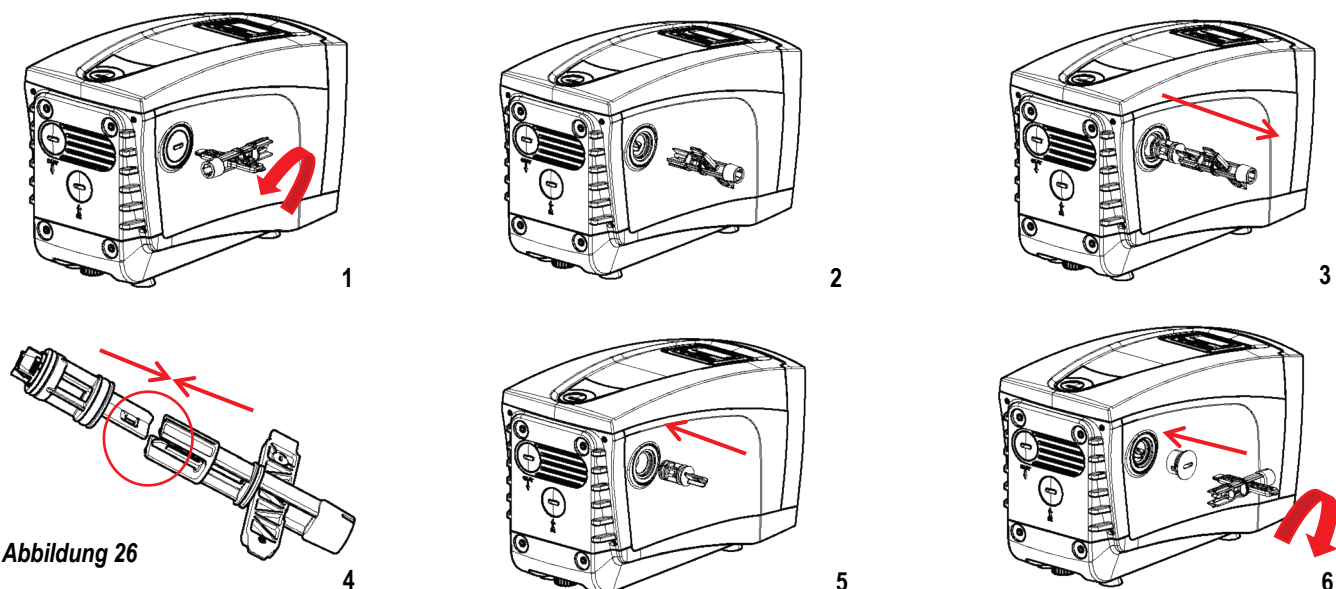

Abbildung 26
Das Gerät verfügt über ein integriertes Rückschlagventil, das für den korrekten Betrieb erforderlich ist. Feststoffe oder Sand im Wasser können zu Betriebsstörungen des Ventils oder des Gerätes führen. Dennoch wird empfohlen, klares Wasser zu verwenden und eventuell EingangsfILTER vorzusehen, falls eine Anomalie in der Funktionsweise des Rückschlagventils festgestellt wird. Dieses kann auf folgende Weise aus dem Gerät genommen und gereinigt werden (abb. 26):
1. Den Zugangsdeckel an der Motorwelle wie in Abb.26 dargestellt entfernen;